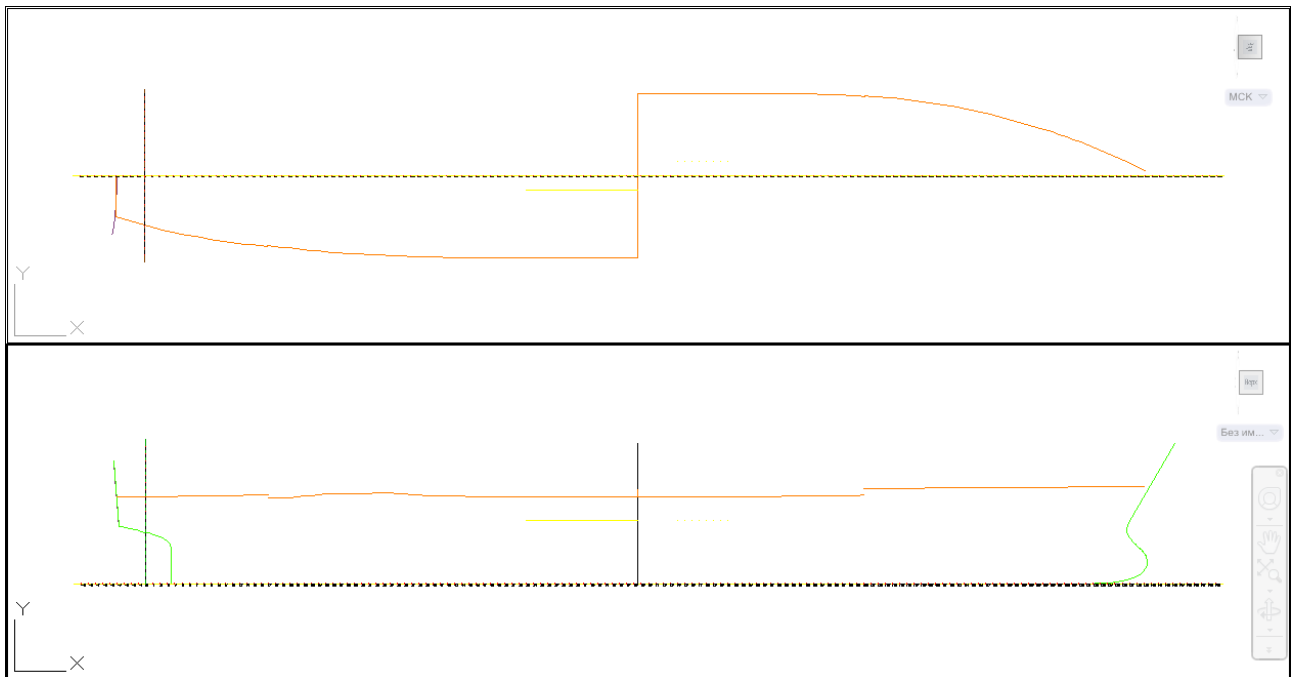

Рисунок 35. Конфигурация РВ
- PB для двухэкранный конфигурации (сверху — вид PSH, снизу — вид BOK, рисунок 35);